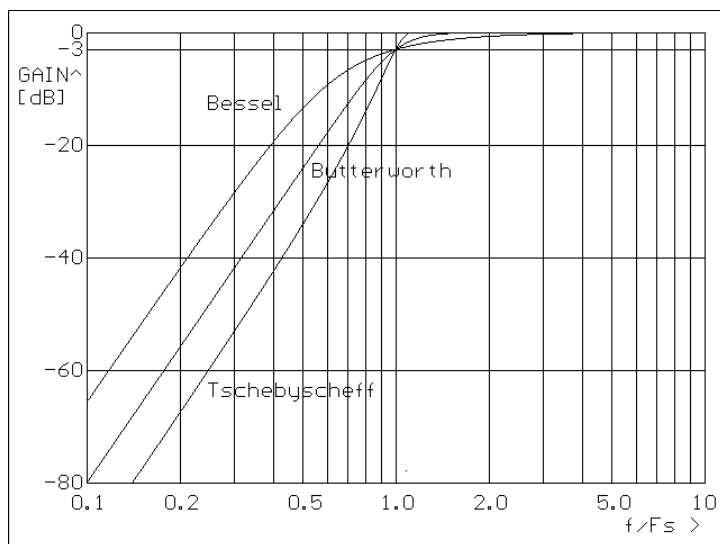

Abb. 10 - Amplitudengang
2. Man setzt im Sperrbereich eine in der Anwendung erforderliche Mindestdämpfung fest und liest die zugehörige Frequenz in Abbildung 10 von der x-Achse ab.